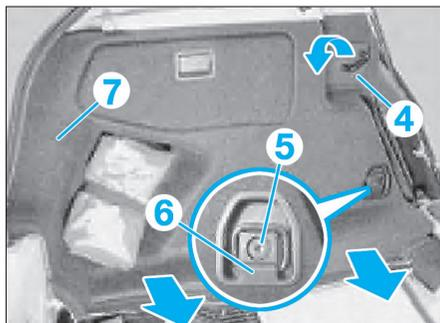

Fig. 39
- Extraire la garniture (4) dans le sens de la flèche et la retirer (Fig.39).
- la vis (5) et enlever le recouvrement (6),
- la garniture de passage de roue (7) dans le sens de la flèche.